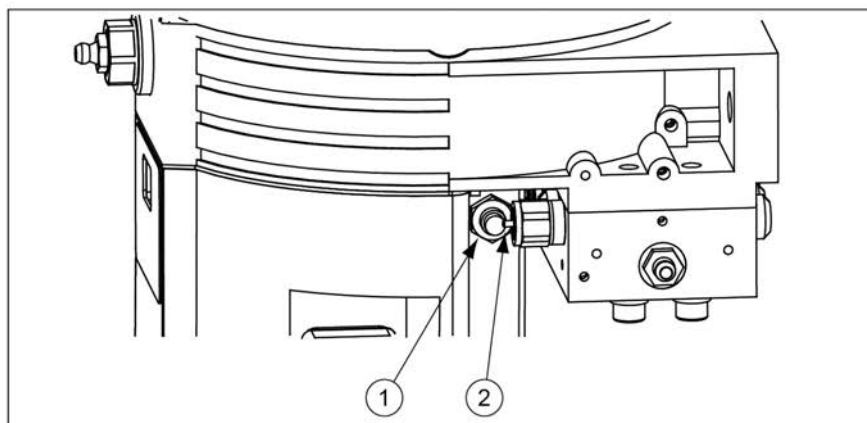

FIGURA 9. INTERRUPTORE DI PROSSIMITÀ (1) E PIN DI CONTROLLO (2)
1. Premere il pulsante operatore (2) per confermare il guasto. La spia del messaggio (lampeggiante) diventa fissa.
3. Premere il pulsante operatore (2) (per 2 secondi) per attivare i cicli di lubrificazione finché il pin dell'indicatore (pin di controllo) non si sposta sull'interruttore di prossimità. Vedere Figura 9.